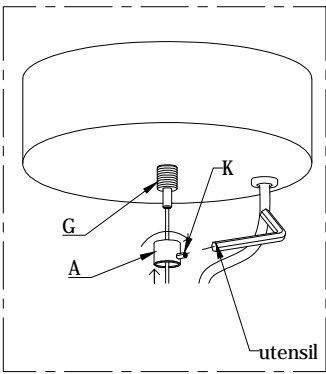

Fig. 2
- Appoggiare il rosone al soffitto. Avvitare con cura il particolare (A) , al bloccacavo (G) . (FIG. 2).
- Avvitare il grano di sicurezza (K) (Fig. 2).
- Place the canopy in the ceiling. Screw with care the particular (A), the block cable (G). (Fig.2).
- Screw the safety screw (K) (Fig.2).